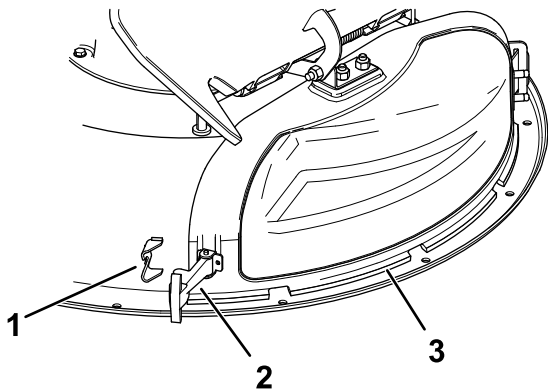

Bild 11
3. Lösen Sie den flexiblen Riegel vom Riegelhalter an der Auswurfkanalabdeckung und schwenken Sie die Auswurfkanalabdeckung nach rechts (Bild 11).
- Haken Sie zum Befestigen der Auswurfkanalabdeckung am Mähwerk den flexiblen Riegel an der Auswurfkanalabdeckung im Halter am Mähwerk ein (Bild 11).